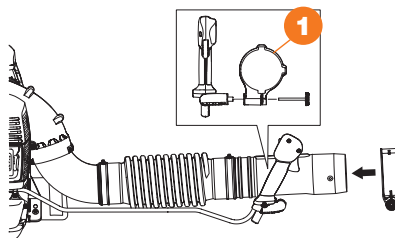

Рис. 3
- Снимите ручку с держателя рукоятки 1, выровняйте держатель рукоятки с выпуклостью трубки (Рис. 3).